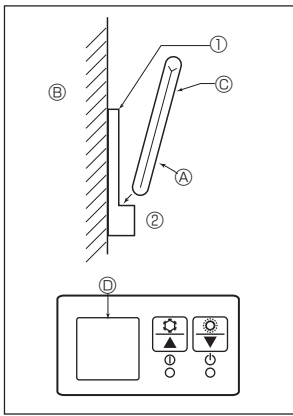

Fig. 6-7
2) Metodo di installazione (Fig. 6-7)